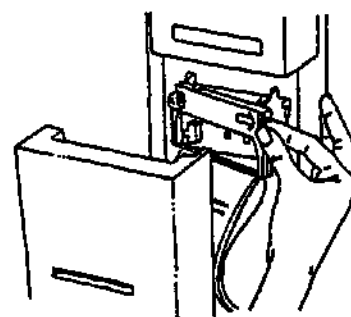

Рис. 5-9: Изъятие использованного картриджа принтера.
2. Снимите использованный картридж, сильно, но осторожно потянув за правую сторону, как указано стрелкой на картридже (Рис. 5-9).